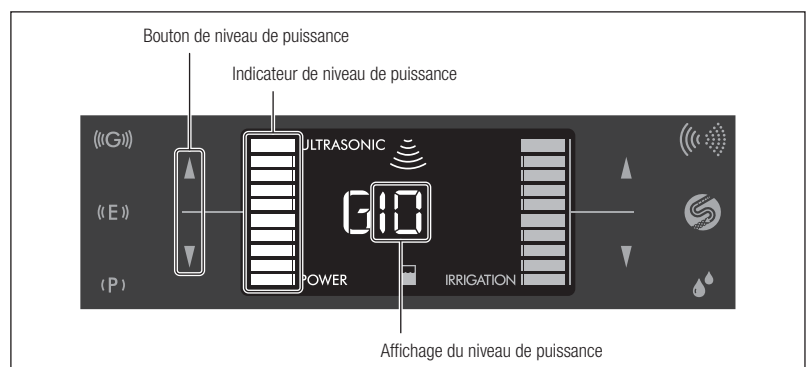

Fig. 20
- 2) Appuyez sur le bouton de niveau de puissance (▲/▼) pour régler le niveau de puissance. L'affichage et l'indicateur de niveau de puissance augmentent ou décroissent en fonction du niveau sélectionné (Fig. 20).